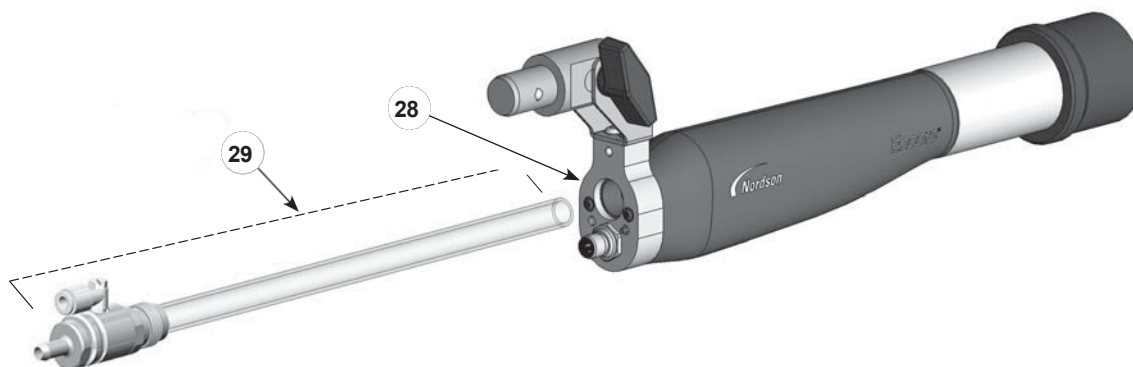

Figura 7-1 Reemplazo del tubo del e e de polvo
19. Véase la figura 7-1. Instale el tubo de polvo (22) en el adaptador (30) con un movimiento giratorio para introducir el tubo más allá de la junta tórica interna hasta que quede completamente asentado.